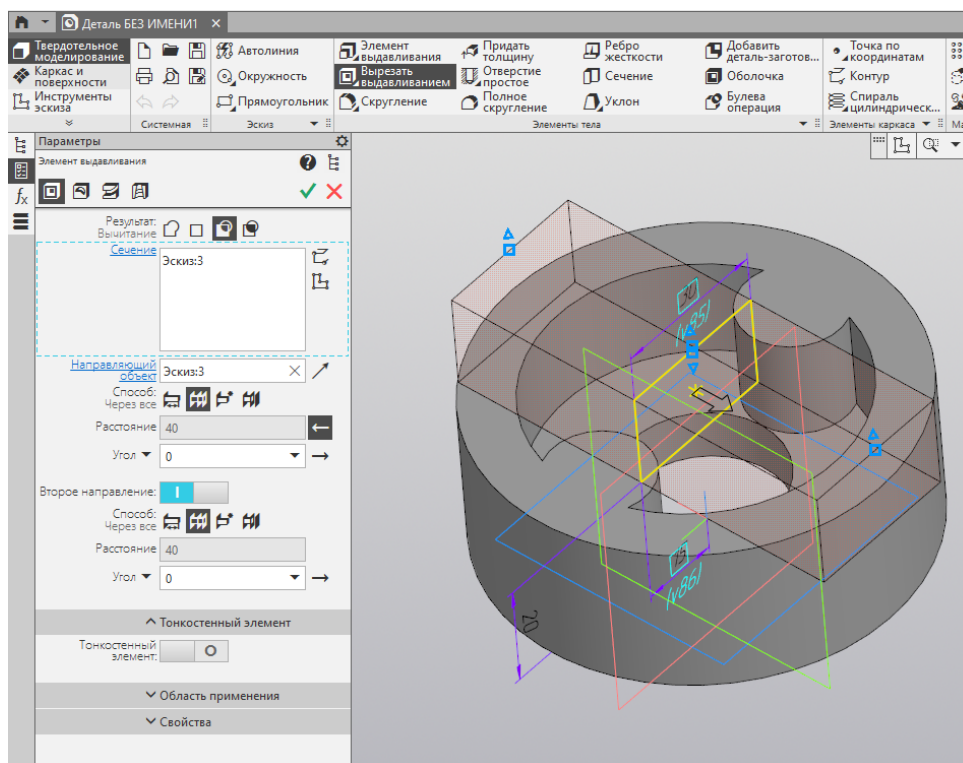

Рисунок 12 – Настройка параметров выдавливания
1.4.1 Выберите команду «Вырезать выдавливанием»  и настройте параметры. Убедитесь, что ваш эскиз автоматически выделился, а в окне с параметрами (рис. 12) выбран результат «Вычитание» и способ «Через все».